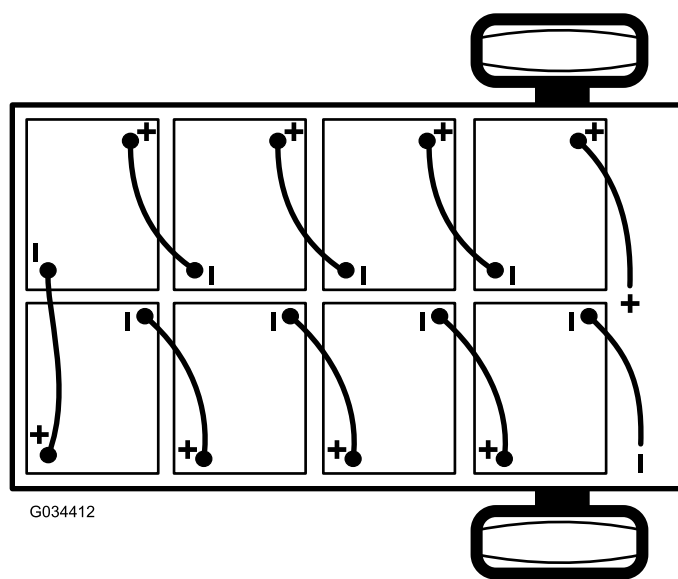

Figura 39
2. Scollegate il cavo negativo principale della batteria (nero) che collega la serie di batterie al punto di messa a terra della macchina (Figura 39).
3. Scollegate il cavo positivo principale della batteria (rosso) che collega la serie di batterie al contatto principale della macchina (Figura 39).
- Nota:** Prestate attenzione alla polarità delle batterie quando montate le batterie nuove (Figura 39).
6. Collegate le batterie come mostrato in Figura 39 con i cavi interconnessi alle batterie rimossi al punto 1.
2. Collegate il cavo positivo principale (rosso) della batteria tra la serie di batterie e la macchina (Figura 39).
3. Collegate il cavo negativo principale (nero) della batteria tra la serie di batterie e la macchina (Figura 39).